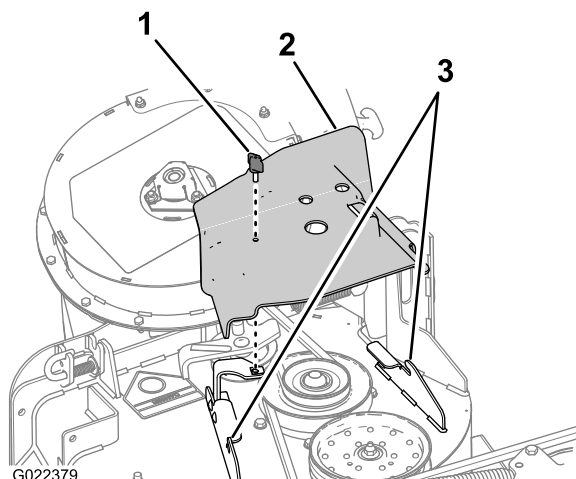

Figura 4
1. Retire el tornillo de mariposa que sujeta la cubierta de la correa (Figura 4).
2. Mueva la cubierta hacia fuera hasta que el borde de la cubierta se libere de los ganchos de las pestañas de la carcasa (Figura 4).